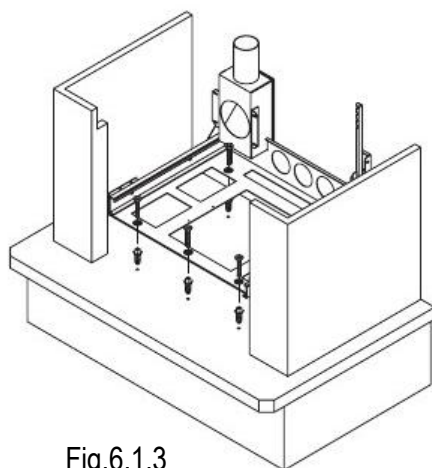

Fig.6.1.3
2. Positionner et fixer le châssis soubassement au plan de la cheminée à l'aide de chevilles. (Fig.6.1.3)